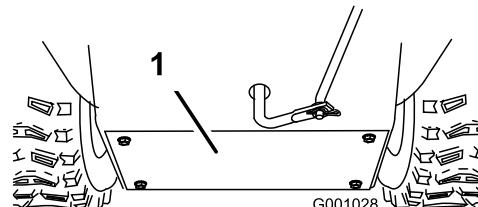

**Figure 50**
Graissez légèrement l'arbre hexagonal une fois par an avec de l'huile moteur de type automobile (Figure 50).
**Important:** Veillez à ne pas faire couler d'huile sur la roue en caoutchouc ou le plateau d'entraînement à friction en aluminium ou la transmission patinera (Figure 50).